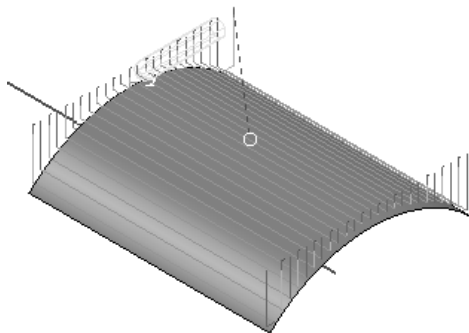

图 2-182 生成的刀具路径
5) 在“平行精加工”对话框中单击“应用”按钮和“接受”按钮，确定参数并退出对话框，生成的刀具路径如图 2-182 所示。